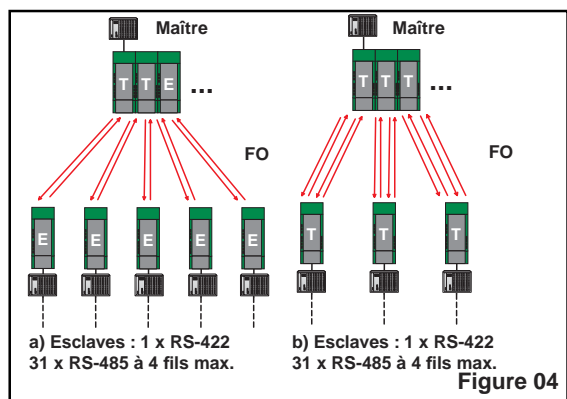

Figure 04
2.3 Structures en étoile /Structures en étoile redondantes (fig. 04)